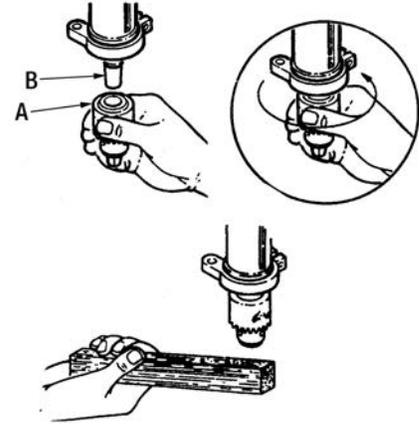

FIGURE 14
1. Localisez le mandrin (A) Fig.14 dans la boîte de pièces.
2. Nettoyez le trou fuselé du mandrin, nettoyez le bout de l'arbre (B) avec un chiffon propre. Assurez-vous qu'aucune particule n'adhère aux surfaces. La plus petite particule de saleté sur le bout de l'arbre ou dans le mandrin peut déséquilibrer le mandrin et le faire "cogner".